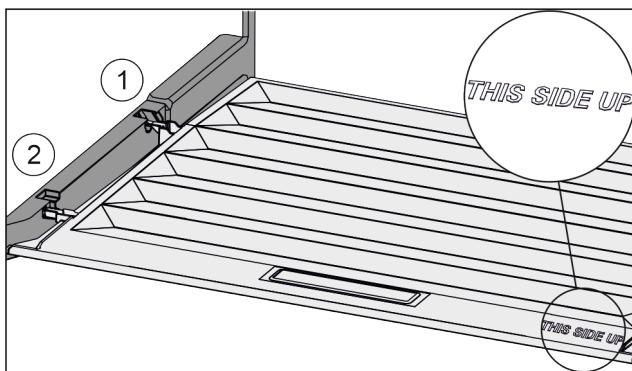

Fig. 102
- Výstupky víka zavedte do zadních držáků Fig. 102 (1) a vpředu zaklesněte do držáku Fig. 102 (2).